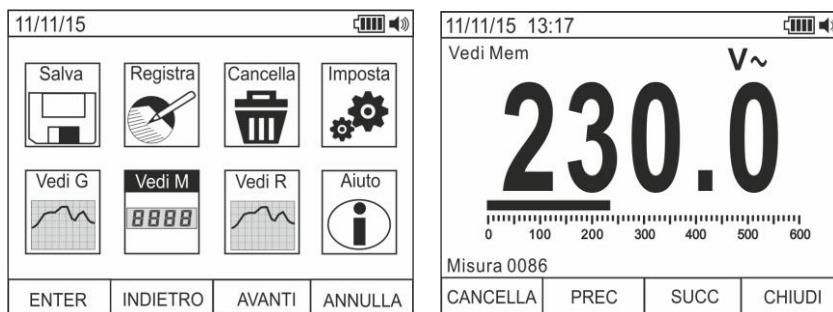

Fig. 19: Richiamo misure (snapshots) a display
31. Usare i tasti **F2** o **F3** per selezionare l'icona “Vedi M” e premere il tasto **F1** (vedere Fig. 19 – parte sinistra)
32. Usare i tasti **F2 (PREC)** o **F3 (SUCC)** per selezionare e visualizzare la misura desiderata tra quelle salvate nella memoria dello strumento (vedere Fig. 19 – parte destra). Il riferimento della misura è presente nella parte bassa destra del display